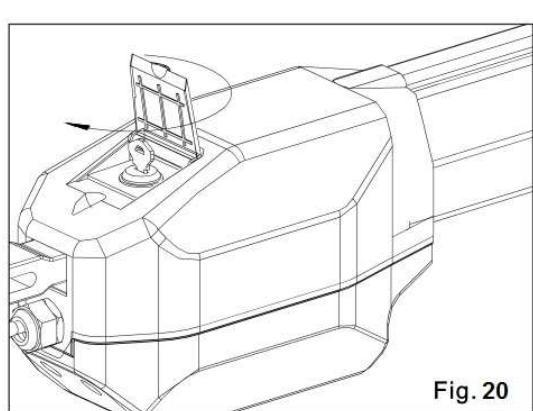

Fig. 20
- 2) Inserte la llave y girarla 90 °(Fig. 20)